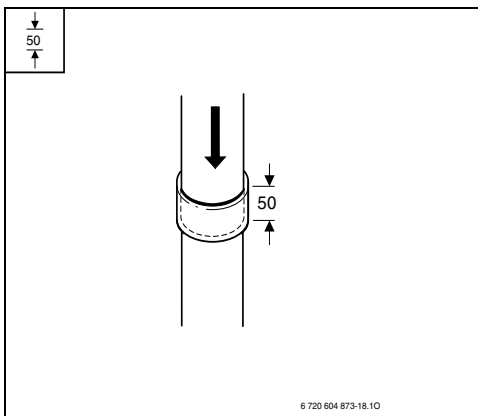

Fig. 32
► Empujar los accesorios de los gases de combustión hasta el apoyo (aquí: 50 mm de profundidad del encaje), (Fig. 32).